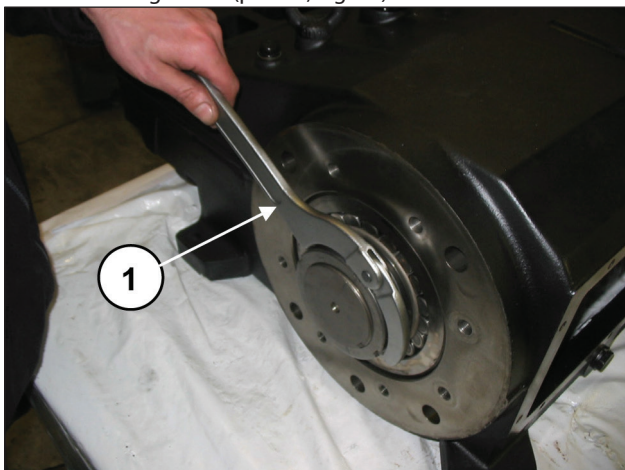
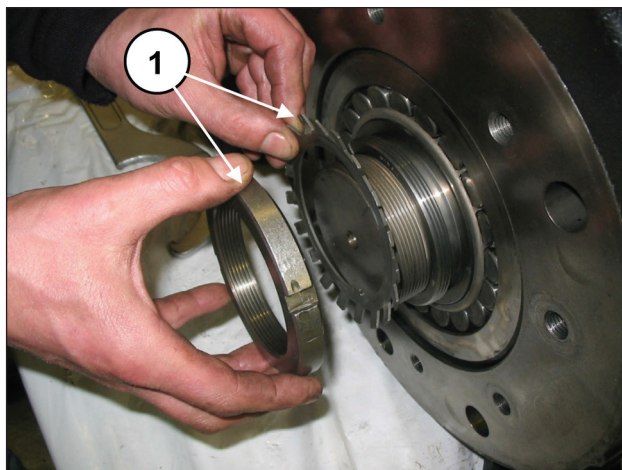

Fig. 18
Fig. 19
Utilizando una llave adecuada desenroscar la virola de bloqueo (pos. ①, Fig. 18) y, a continuación, la virola y la arandela de seguridad (pos. ①, Fig. 19).